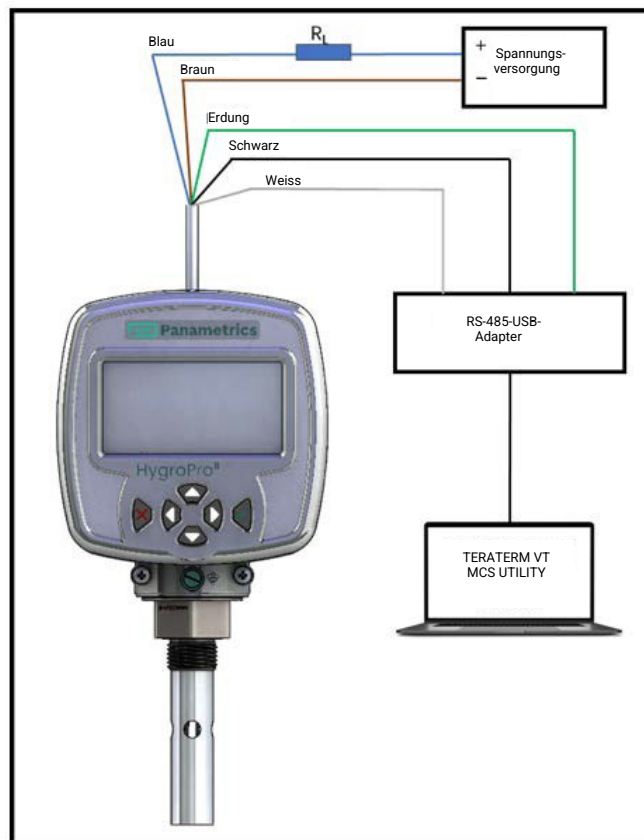

Abbildung 9: Standardverbindungen mit einem PC
Beziehen Sie sich auf Abbildung 9 auf der nächsten Seite und Tabelle 2 unten, und führen Sie die folgenden Schritte aus, um den Transmitter zu verdrahten.
**WARNUNG!** Für IS (eigensichere) Anwendungen in Bereichen der Division 1 oder Zone 0 muss der HygroProII mit einer Zenerbarriere montiert werden (siehe Abbildung 9). Außerdem müssen die blauen IS-Kabel (P/N 230-094 oder 230-057) für die Installation in EX-Bereichen verwendet werden.